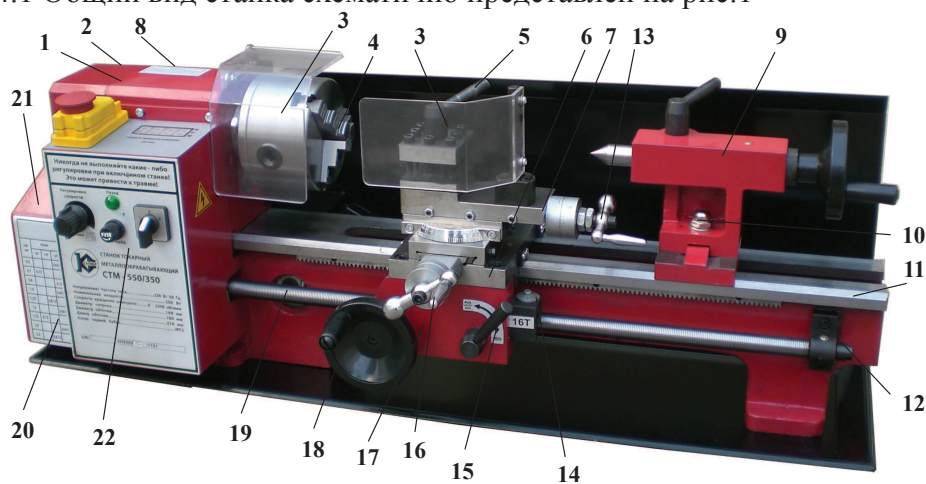

рис. 1
4.1 Общий вид станка схематично представлен на рис. 1
4.2 Общий вид блока управления станка 22 (рис.1) схематично представлен на рис.2